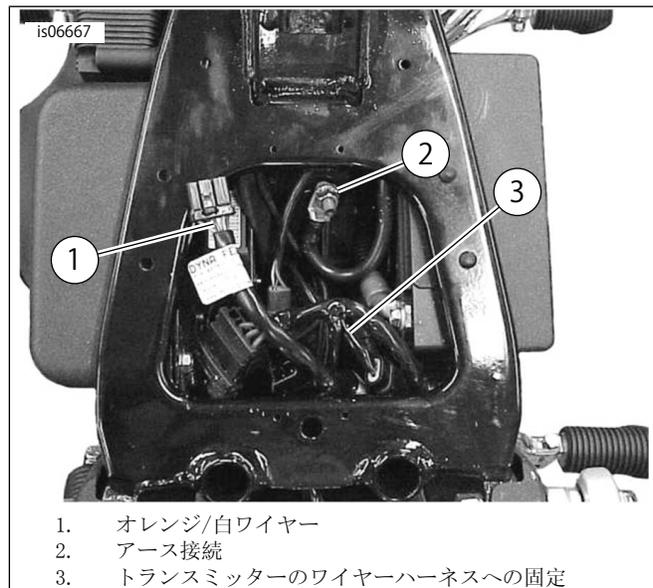

図3。トランスミッターの取り付け(Dyna)
- 「 図3 」を参照。ケーブルストラップを使用してトランスミッターを、シート下のバッテリーコンパートメント近くにあるDynaのワイヤーハーネス(3)に固定します。トランスミッターのワイヤーをフレームの右側に沿って前方に取り回します。